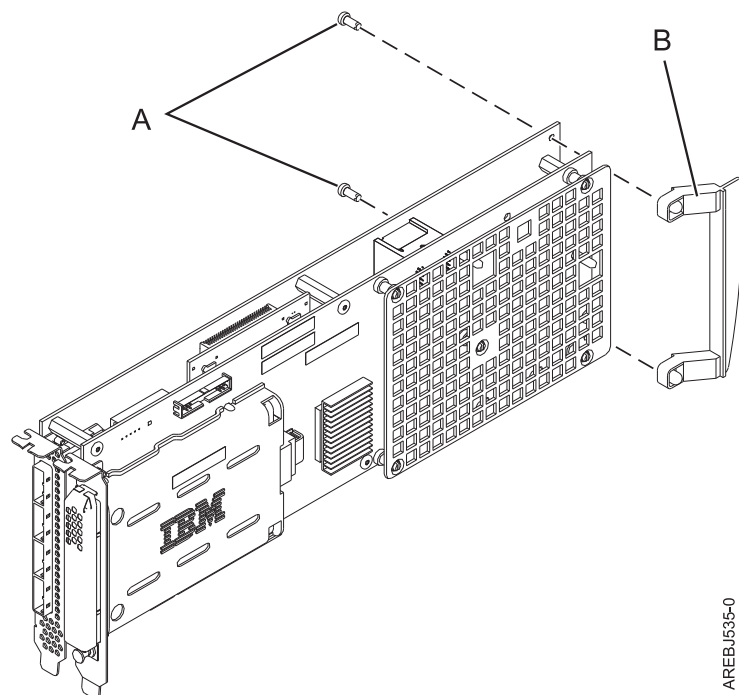

図 38. カセット・アダプター・ハンドルの接続
- a. 59 ページの図 38 に示されているように、アダプター・ハンドル **B** を取り外します。